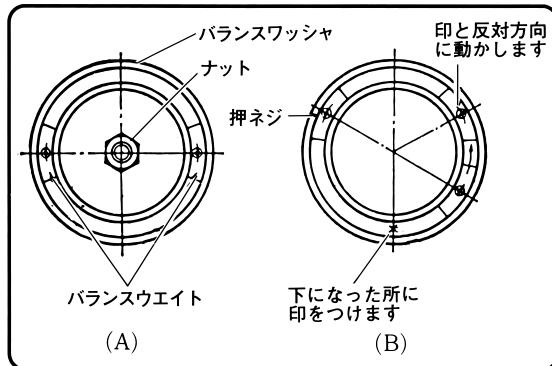

図 7
バランスワッシャ（図7）にあるバランスウェイトを移動して調整を行います。
- まず図7（A）のようにバランスウェイトを対称の位置において締付けます。次に手でトイシをゆっくりまわし、しばらくするとトイシは静止します。このとき真下になったところに印をつけます。これを数回くり返すと大体いつも下に行く位置がわかります。これは印側の方が重いからです。バランスを調整するためには、バランスウェイトを印と反対方向に動かします。
- そこで図7（B）のように、バランスウェイトを動かして締付けます。前記操作をくり返し行い、トイシが静止した時、印をつけた位置が一定しなくなったら、バランスがとれたことになります。